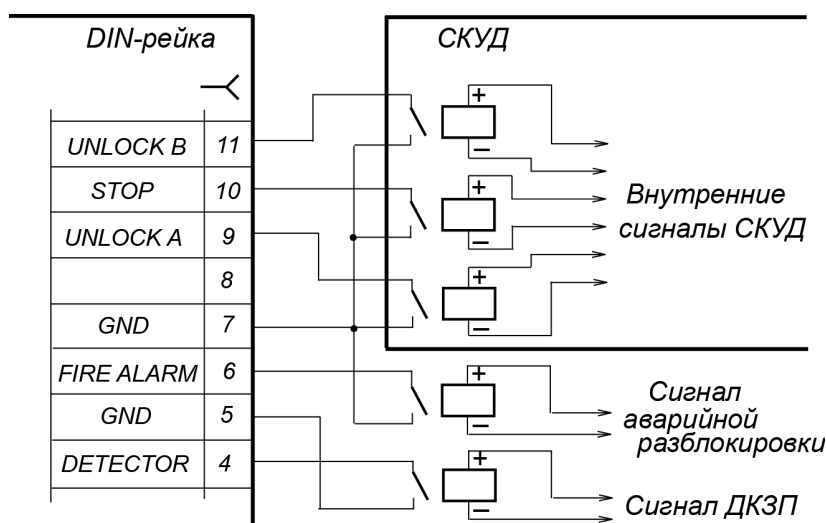

Рисунок 6. Управляющие элементы: нормально разомкнутые контакты реле
Аварийная разблокировка ИУ турникета осуществляется снятием со специального входа управления *Fire Alarm* сигнала низкого уровня относительно контакта *GND*, при этом управляющим элементом может быть нормально замкнутый контакт реле или схема с открытым коллекторным выходом (см. рис. 6 и 7).
- управляющий элемент – контакт реле (рис. 6):